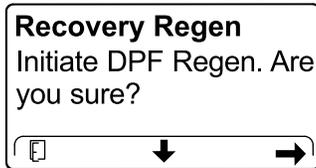

Рисунок 56
4. На экране INITIATE DPF REGEN (НАЧАЛО РЕГЕНЕРАЦИИ DPF) нажмите правую кнопку, чтобы продолжить (Рисунок 56).